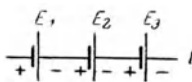

Abb. 3.
**16. Schaltungen.** Schaltet man Stromquellen hintereinander (in Reihe, Serie) nach Abb. 3, dann führen alle denselben Strom  $I_r$ , und es addieren sich ihre Emke: